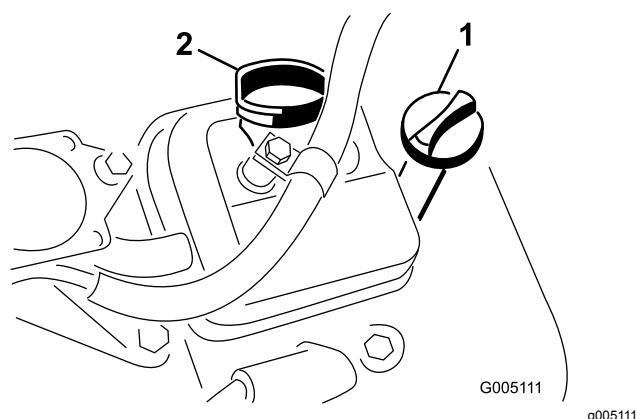

図 28
3. 補給口にディップスティックを差し込んでねじ部を最後まで締めこむ 図 28。